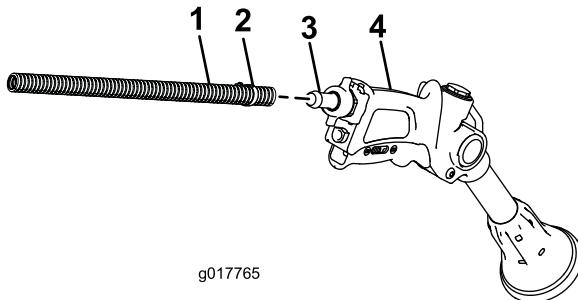

図 20
2. ホース(長)のもう一端をスプレー ガンのフィッティングにつなぐ(図 20)。